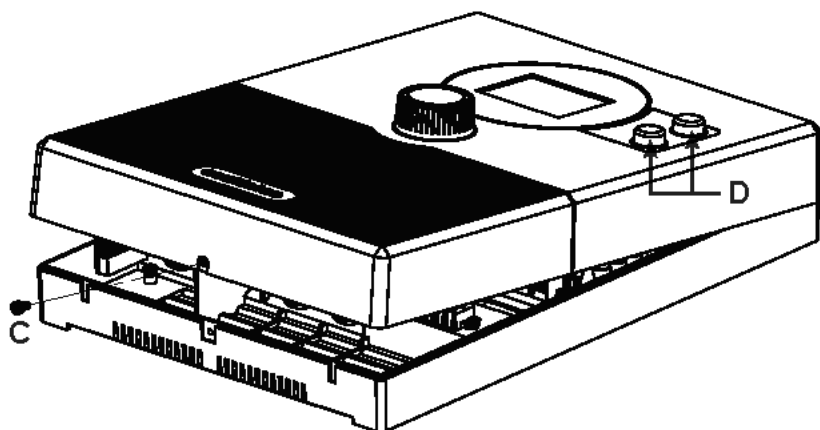

**Fig. 2 Rimozione del coperchio dell'alloggiamento**
2. Rimuovere con un cacciavite la vite dell'alloggiamento **C** e sollevare il coperchio dell'alloggiamento dal lato inferiore (vedi Fig. 2).